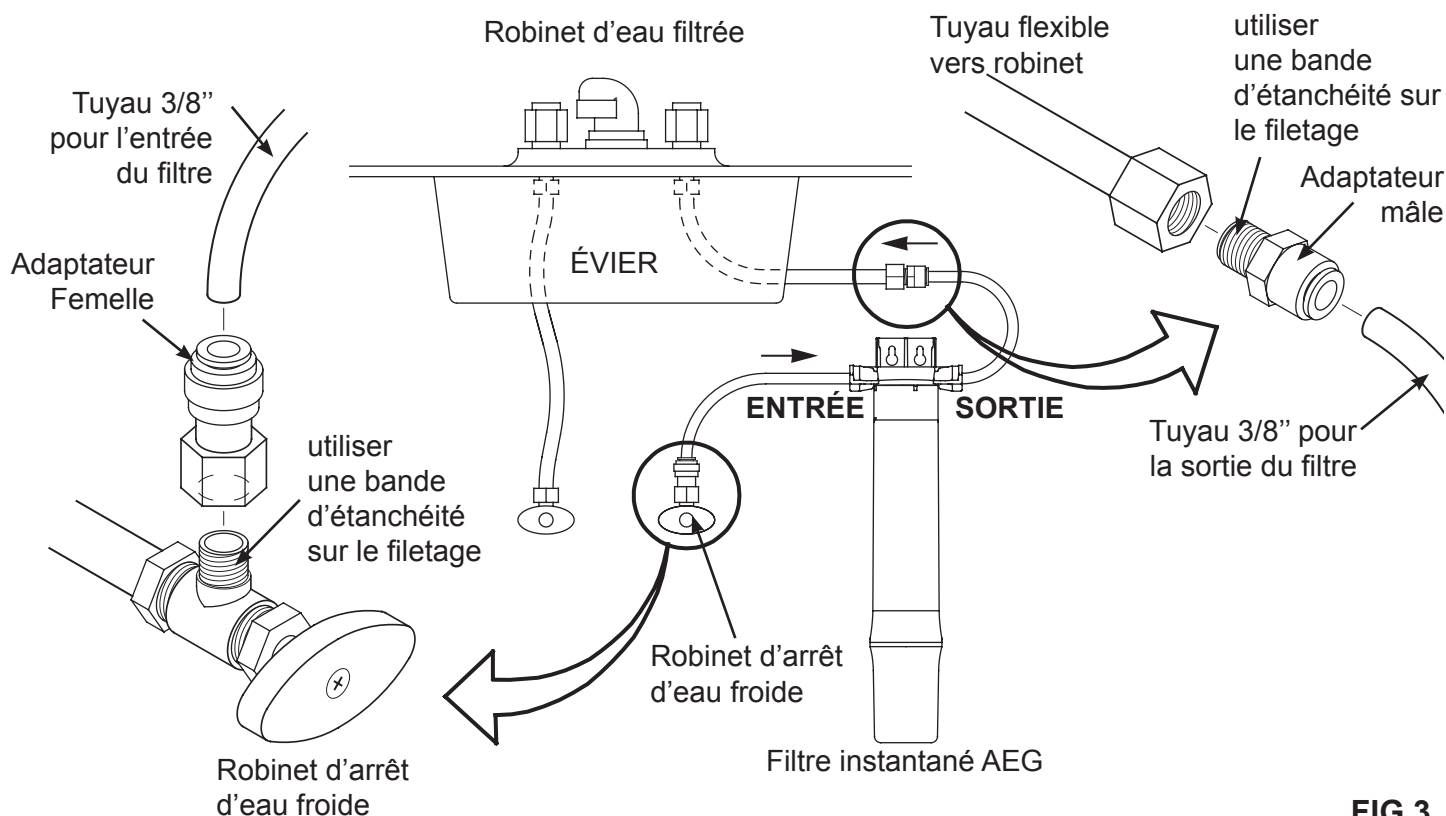

FIG.3
Vérifier les codes et réglementations de plomberie locales avant d'installer les raccords pour connecter le filtre sous évier à l'alimentation en eau froide de l'évier. Les raccords et les tuyaux de 9,5 mm (3/8") sont inclus afin de faciliter le raccordement à l'entrée et à la sortie du filtre. Une installation type est décrite en Figure 3.
3. Se munir de l'adaptateur mâle fourni avec le système (cf. Fig.3) et, en utilisant une bande d'étanchéité, installer l'adaptateur sur l'écrou de la conduite d'alimentation du robinet que vous avez dévissé en étape 2.
4. Se munir de l'adaptateur femelle fourni avec le système (cf. Fig.3) et, en utilisant une bande d'étanchéité, l'installer sur le tuyau d'eau froide.